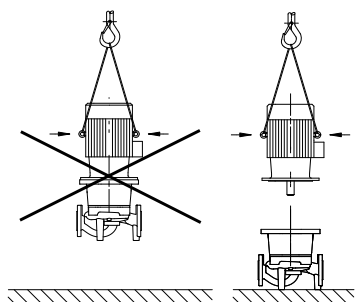

fig. 16: Imbragatura del motore
- Gli occhioni sul motore sono omologati solo per il trasporto del motore, non per quello dell'intera pompa (fig. 16).